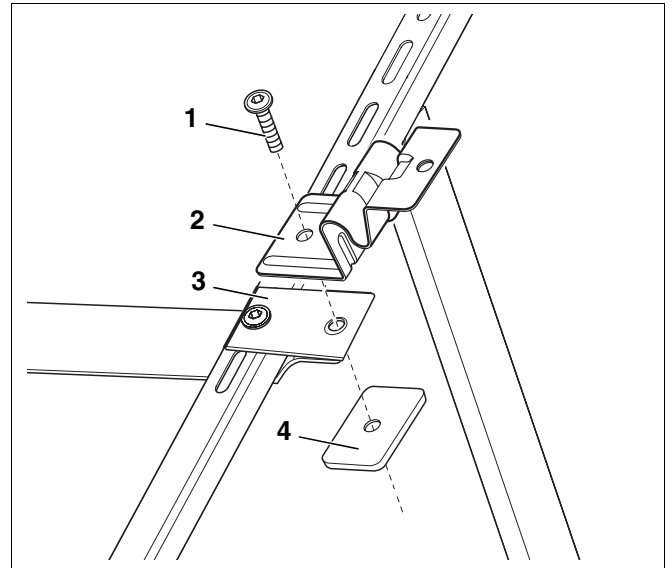

Fig. 31 Atornillar el soporte lateral del colector a ras del perfil guía
- ▶ Atornille el soporte lateral del colector (fig. 31, **pos. 2**) y las bandas complementarias (fig. 31, **pos. 3**) utilizando las placas roscadas (fig. 31, **pos. 4**).